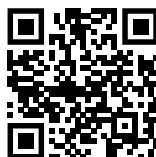

Fig. 145
- ▶ Open het Liebherr SmartMonitoring Dashboard. (zie Fig. 145).